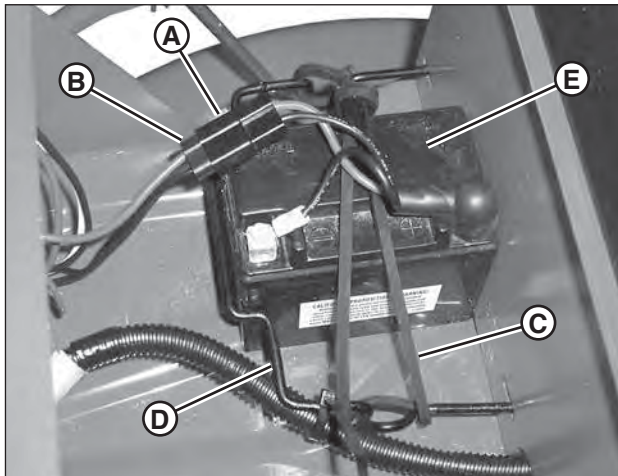

Figure 32: Batterie (de type au plomb-acide scellée)
2. Débrancher le faisceau de batterie (A, Figure 32) du faisceau principal (B).
2. À l'aide d'un chargeur de batterie (non fourni) homologué par le fabricant, brancher le connecteur sur le chargeur de batterie (non illustré) dans le connecteur de faisceau de batterie (A, Figure 32).
2. Placer la batterie (E, Figure 32) dans le compartiment batterie en l'orientant dans le fil métallique (D) comme cela est illustré.
3. Attacher la batterie à l'aide de la sangle de batterie (C) en accrochant l'extrémité lâche sur le fil métallique. S'assurer de faire passer la sangle sous les fils du faisceau de batterie.
4. Brancher le faisceau principal (B) sur le faisceau de la batterie (A).